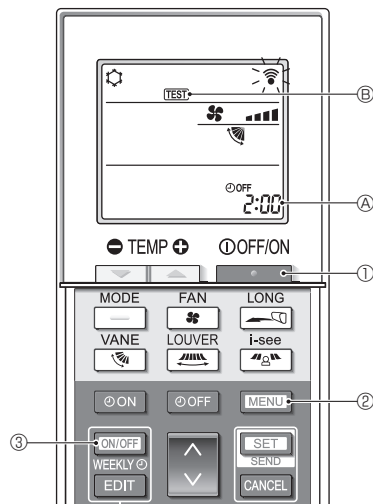

Fig. 7-4
■ Тестовий прогін (Fig. 7-4)
1. Натисніть кнопку  ① для зупинки кондиціонера.
- Якщо ввімкнено тижневий таймер (увімкнено режим **WEEKLY**), натисніть кнопку  ③, щоб його вимкнути (режим **WEEKLY** вимкнено).
2. Натисніть і тримайте кнопку  ② протягом 5 секунд.
3. Натисніть кнопку  ②.
- З'являється напис **TEST** ②, і блок переходить у режим тестового прогону.